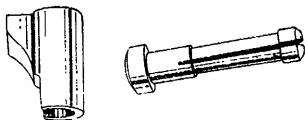

Рис. 58. Защелка магазина
**98. Защелка магазина (рис. 58)** с разрезной чекой и пружиной служит для удержания магазина в рукоятке рамки.